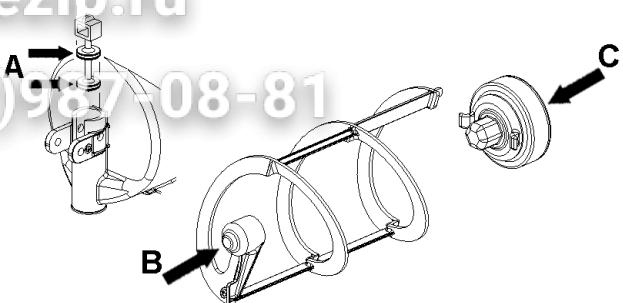

figura 12
- Lubrificare il pistone rubinetto, il raschiatore esterno e il rotore magnetico esterno (nei punti A, B e C indicati in figura 12) utilizzando esclusivamente il grasso fornito dal fabbricante